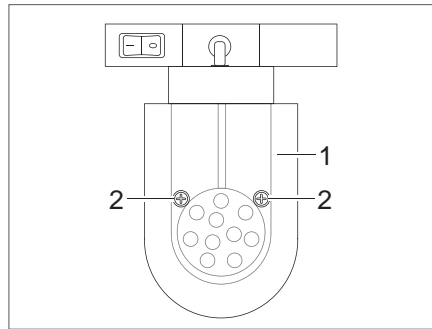

Bild 170 LED-Spotleuchte (verschiebbar)
- Befestigungsschrauben (Bild 170,2) lösen.
- Lampenglas (Bild 170,1) vorsichtig abnehmen.